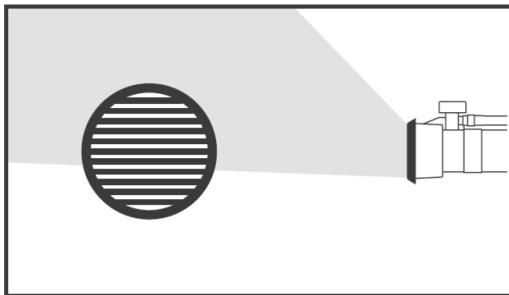

Рис. 27
- Отклоняющая решетка (Рис. 27) позволяет отклонить струю на 45° в любом направлении. Она может использоваться для опрыскивания листьев с нижней стороны, для обработки растений рядом с почвой.